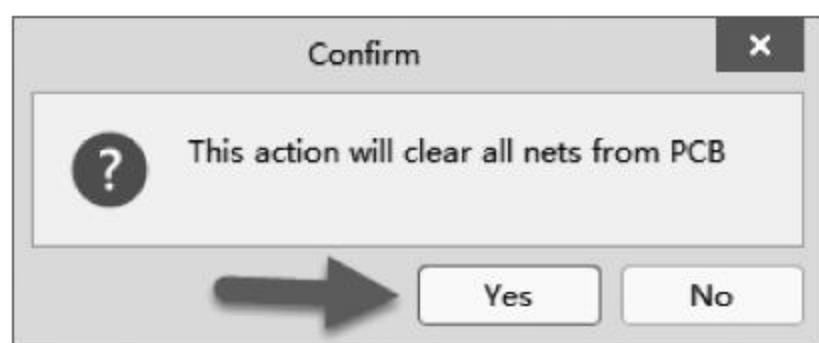
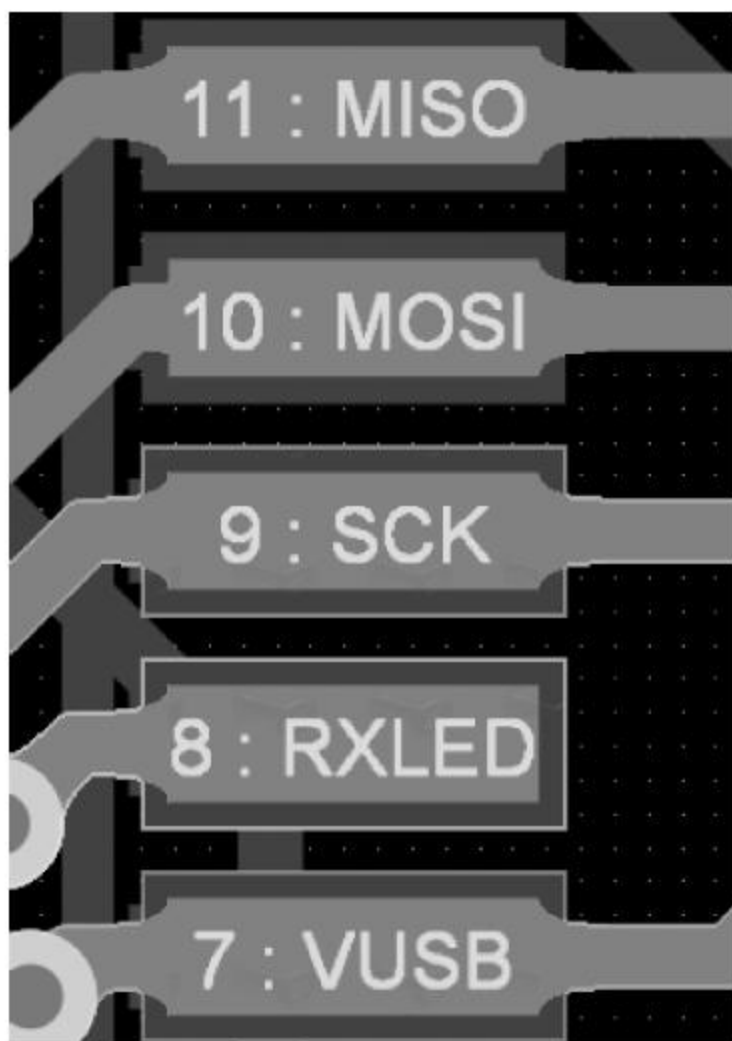
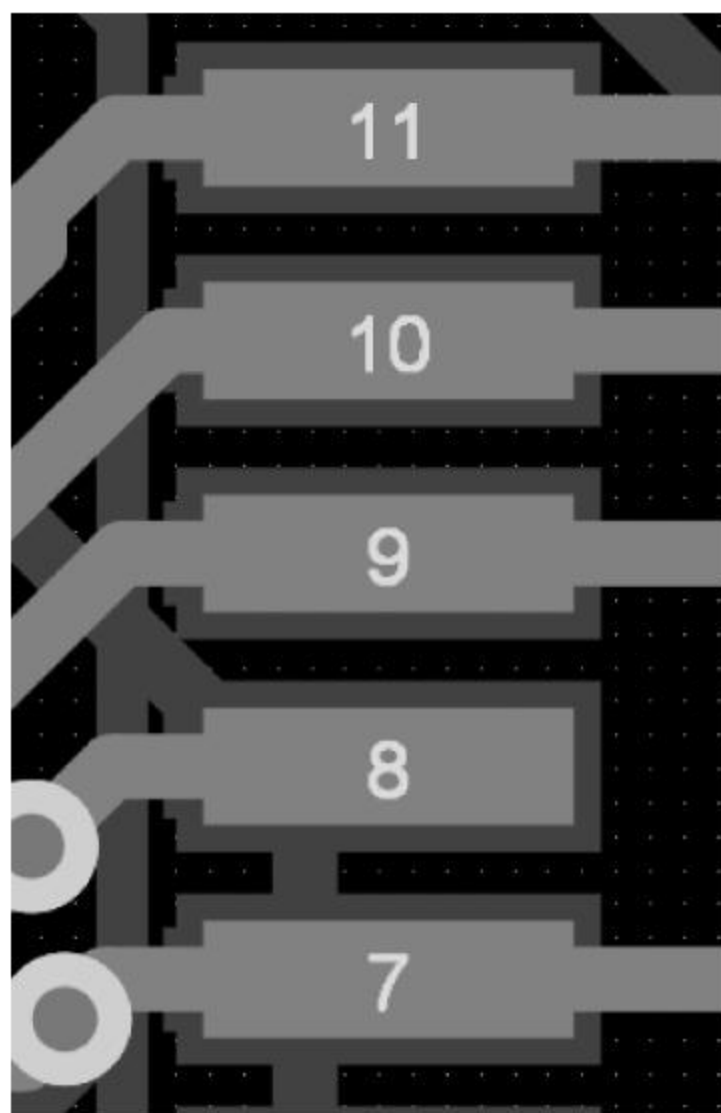

图 8-18 确认操作对话框
图 8-19 网络删除前的局部截图
图 8-20 网络删除后的局部截图
③ 弹出 Confirm(确认)对话框,提示删除 PCB 的所有网络,单击 Yes 按钮,如图 8-18 所示。返回“网表管理器”对话框后,单击“关闭”按钮。清除网络的对比效果如图 8-19 和图 8-20 所示。